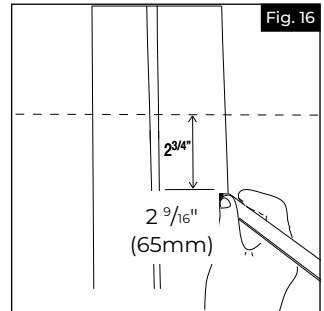

Fig. 16
- Trazar una marca a  $2\frac{9}{16}$ " (6,50 cm) por debajo de la línea del pasamanos para establecer la ubicación del soporte de esquina interior (Fig. 16).